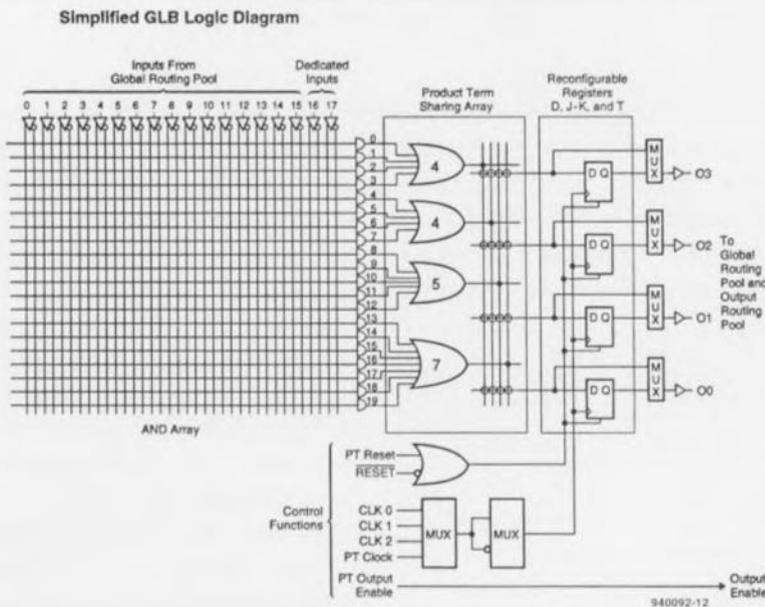

Figure 2. La structure du BLG est une garantie de fonctionnalité universelle.
*Macro Cell*) et des fonctions de commande (*control function*). Le croquis de la **figure 2** rend, très schématiquement bien entendu, la disposition fonctionnelle des différents logiques intégrés dans un BLG.
La matrice ET, figure 2, interconnecte les différents signaux d'entrée aux 20 termes de produit qu'il est possible d'utiliser dans le BLG. Ces 20 termes de produit naissent des